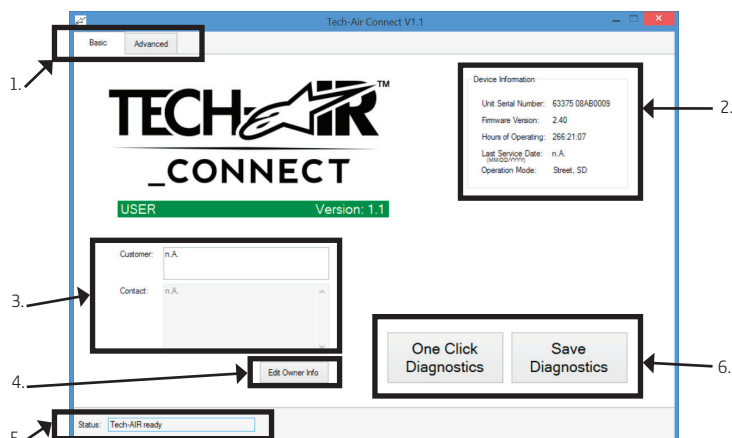

図11 - Tech-Air™コネクトメイン画面
3. Tech-Air™コネクトソフトウェアを実行します。これにより、図11の画面が表示されます。